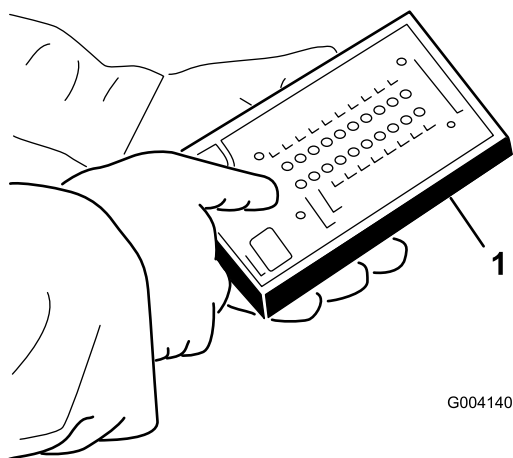

Рисунок 41
4. Подсоедините разъем диагностического прибора с дисплеем ACE к диагностическому разъему (Рисунок 41).